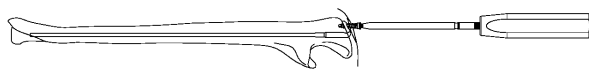

図 1
- 1) 3.5 キャンセラスクリュー／3.5 ロッキングキャンセラスクリューを、六角 2.5 ドライバー／ヘクスローブ 10 ドライバーで抜去します。（図 1）